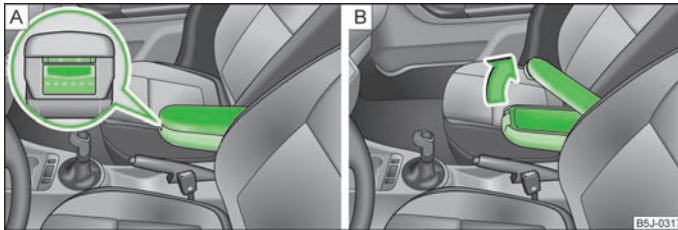

Abb. 65 Armlehne: Ablagefach / Ablagefach öffnen
- Die untere Taste an der Stirnseite der Armlehne drücken » Abb. 65 - A.
- Die obere Taste drücken und den Deckel des Ablagefachs nach oben klappen » Abb. 65 - B.